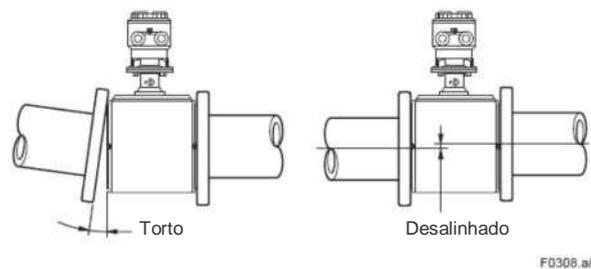

Figura 3.2.2 Tubulação do Medidor de Vazão Desalinhado ou Torto
- (1) Corrija qualquer tubulação desalinhada ou inclinada e quaisquer folgas que possam existir entre os flanges de montagem antes de instalar o medidor de vazão (vide Figura 3.2.2).